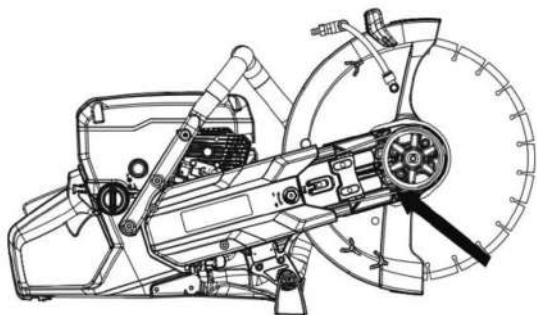

Рис. 12
• Теперь режущая головка ослаблена и ее можно снять с бензореза. Снимите ремень со шкива (рис. 12).